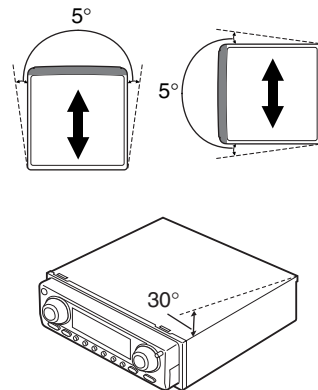

Abb. 5
- Die Navigationseinheit auf einer ebenen Fläche einbauen, deren Neigungsgrad Zwischen  $+30$  und  $0^\circ$  (innerhalb von fünf Grad nach rechts oder links gesehen in Fahrtrichtung des Fahrzeugs) nicht überschreiten sollte. Eine schräge Fläche kann zu einer erhöhten Fehlerrate der Fahrzeugpositionsanzeige führen. (Abb. 5)